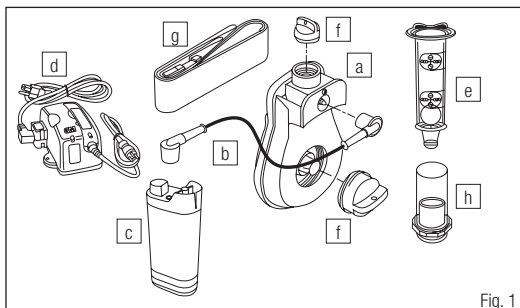

Fig. 1
5. Raccorder le cordon d'alimentation à la pile et au respirateur d'épuration d'air propulsé, conformément aux Fig. 1 et 2.
6. Raccorder la pile et le souffleur à moteur à l'aide du cordon d'alimentation (Fig. 1 et 2).